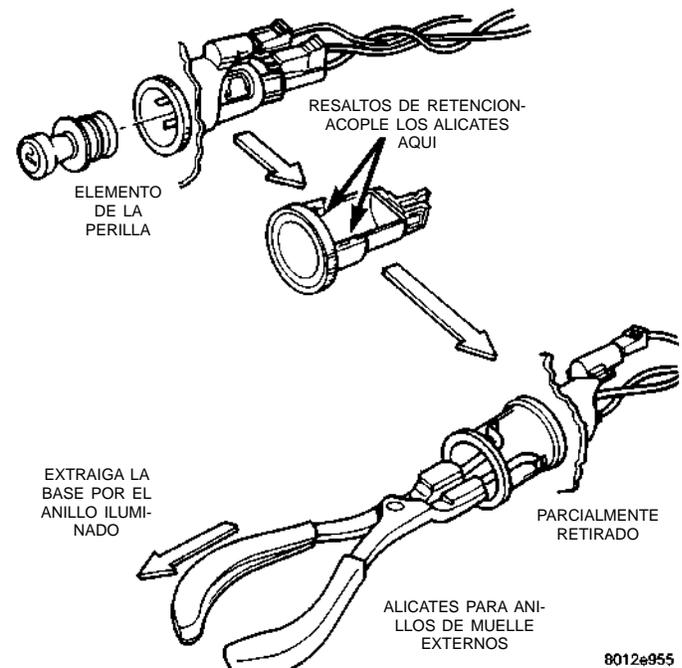

Fig. 15 Desmontaje/instalación del encendedor de cigarrillos
(1) Desconecte y aisle el cable negativo de la batería.
(2) Extraiga la perilla y el elemento del encendedor de cigarrillos de su base.
(3) Observe en el interior de la base del encendedor de cigarrillos y fíjese en la posición de los resaltos de retención que fijan la unidad al anillo/retén del encendedor en el marco central del panel de instrumentos (Fig. 15).